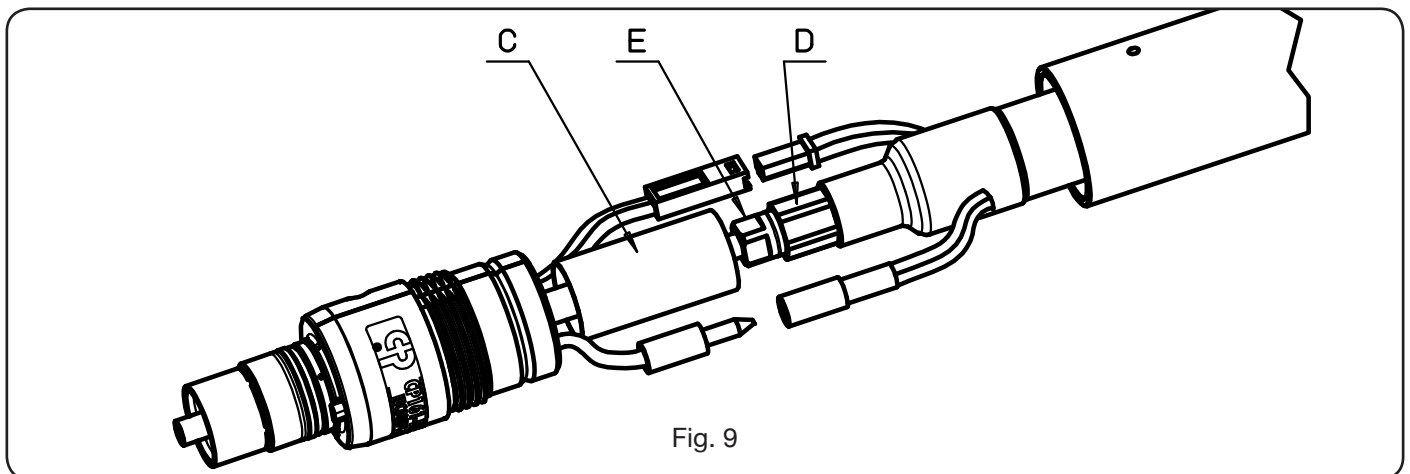

Fig. 9
- Enroscar los racores **D** y **E**, respetando la orientación indicada en Fig. 9.
- Enroscar los racores **D** y **E** respetando la orientación indicada en Fig.9.